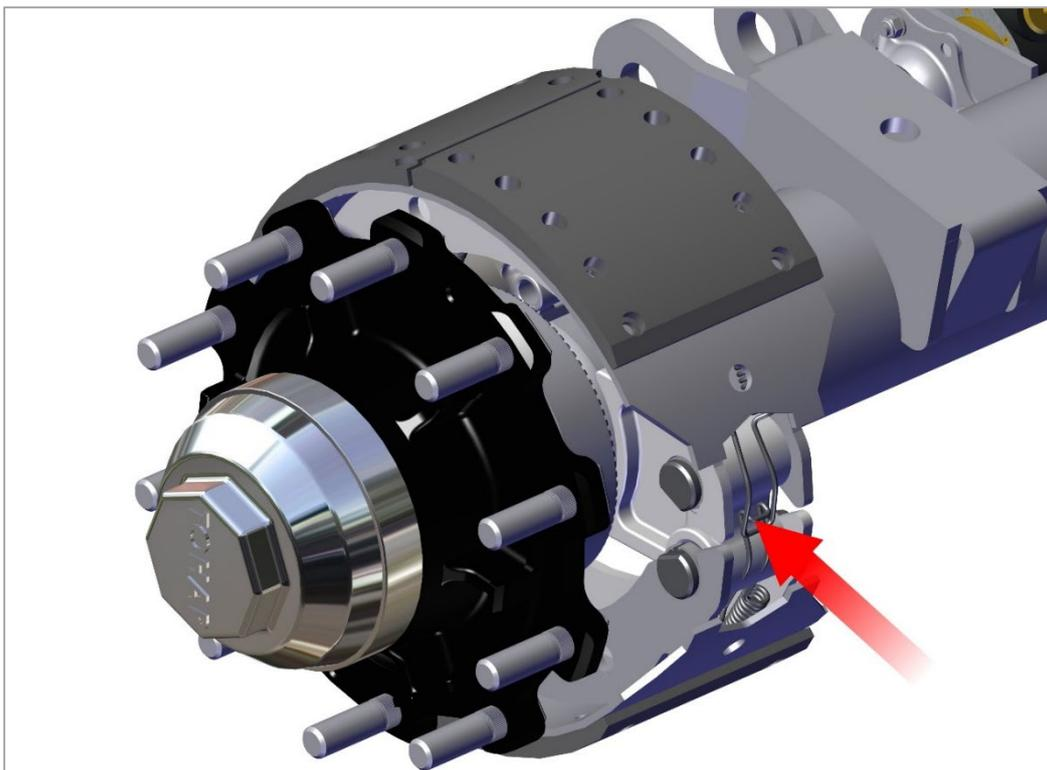

Рис. 16. Зажим пружины
3) Используя отвёртку, освободите зажим пружины из тормозной колодки. Снимите зажим пружины (рис. 16);